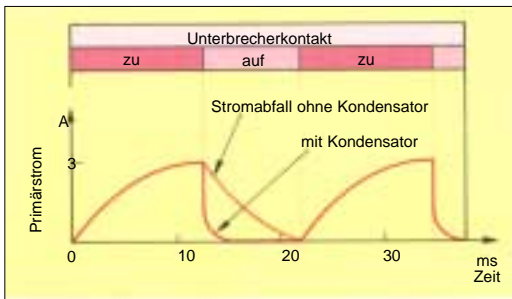

Abb.4: Verlauf des Primärstroms
**Schließt der Unterbrecherkontakt**, so erreicht der Primärstrom aufgrund der Selbstinduktionsspannung in der Primärwicklung (s. Kap. 51.2.3) nur mit zeitlicher Verzögerung seinen Endwert von etwa 3 bis 5 Ampere (Abb.4).
**Öffnet der Unterbrecherkontakt**, so wird der Primärstrom durch die Wirkung der dann entstehenden Selbstinduktionsspannung nicht sofort unterbrochen. Ohne Zündkondensator entsteht ein Öffnungsfunke (Kontaktfeuer). Mit dem Zündkondensator wird der Primärstrom schneller unterbrochen und das Kontaktfeuer vermieden (Abb. 4).